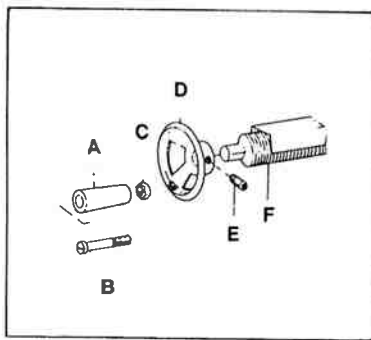

Abb. 2
Bitte folgen Sie den Montageanweisungen auf (Abb.2). Der Griff (A) muss mit der Schraube (B) und der Schraubenmutter (C) fest an das Rad (D) angeschraubt werden, damit er sich durch die Rotation des Rades (D) nicht löst. Ausserdem muss bei der Montage des Rades darauf geachtet werden, dass die Madenschraube (E) an der glatten Oberfläche der Achse (F) angebracht wird, damit sie sich bei Inbetriebnahme des Geräts nicht löst.
Legende zu (Abb.2)